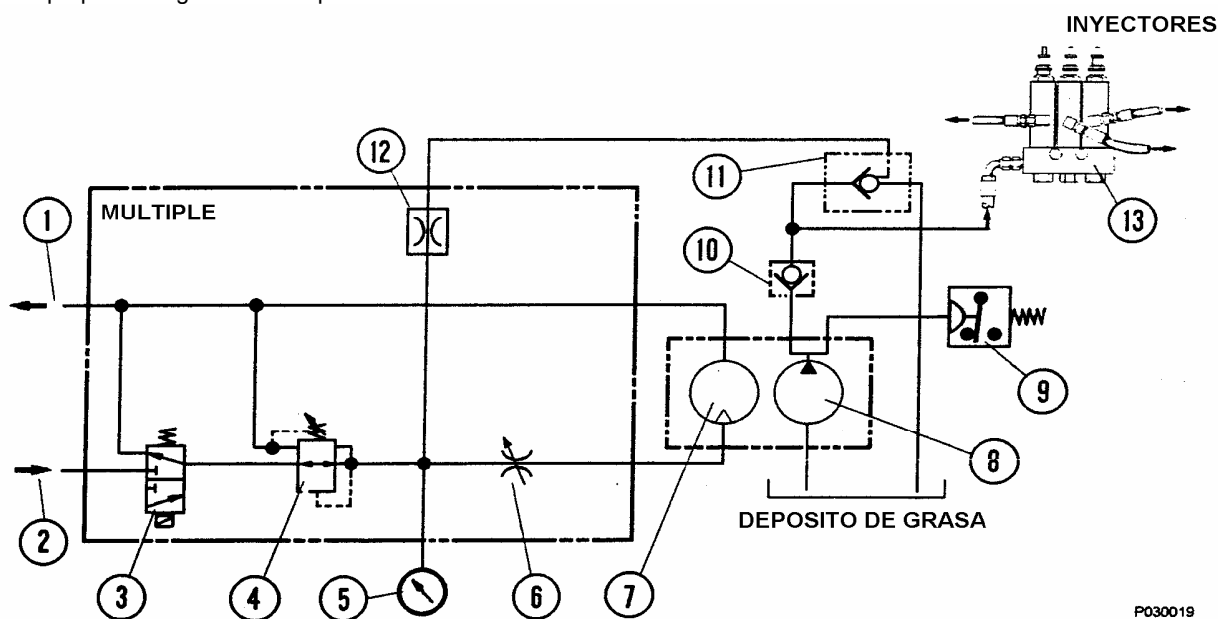
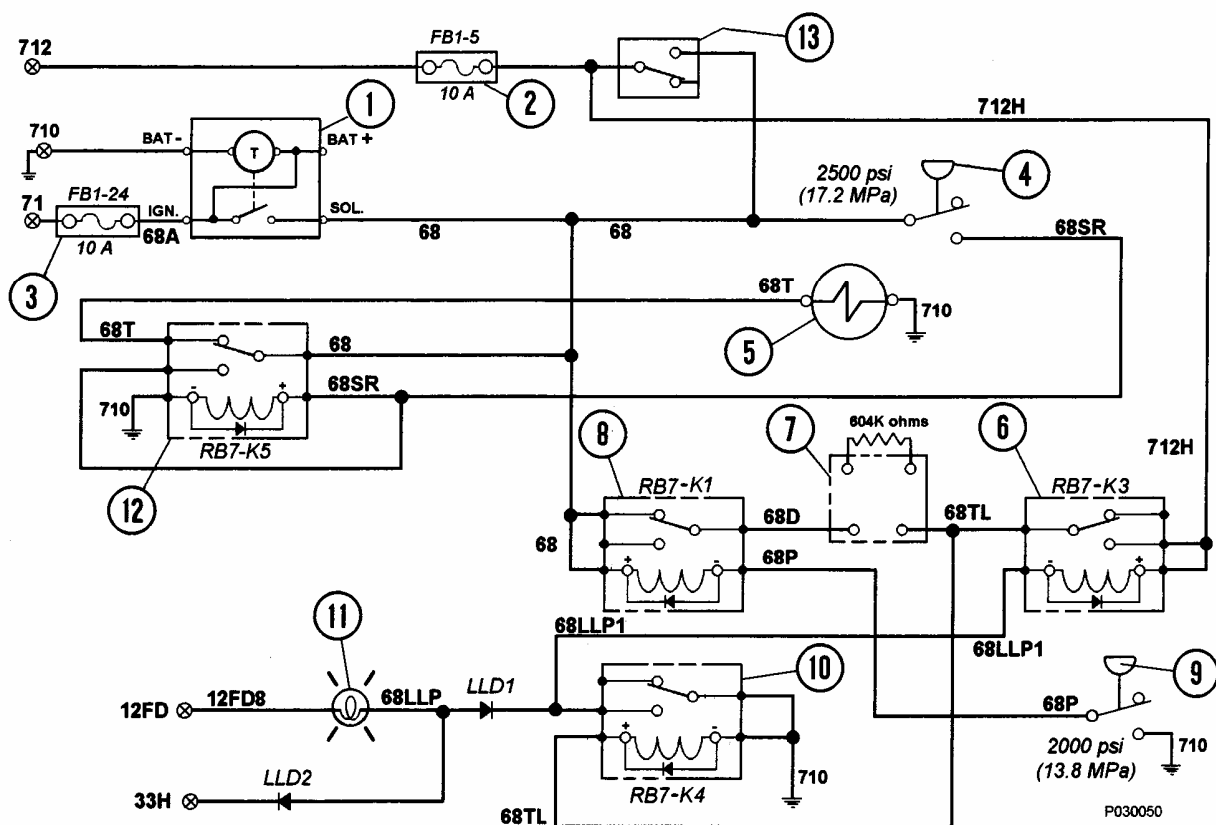

FIGURA 42-3 ESQUEMA HIDRAULICO
FIGURA 42-4 ESQUEMA ELECTRICO
El temporizador del ciclo de lubricación de estado sólido (1, Figura 42-4) envía una señal de 24 VDC a intervalos para energizar la válvula de solenoide (3, Figura 42-3), proporcionando flujo de aceite para operar el motor de la bomba de grasa. Este temporizador está montado en el gabinete de interface eléctrica.
El módulo con retardo (7, Figura 42-4) ubicado en el gabinete de interface eléctrica, proporciona un retardo de un minuto en el circuito de la luz de advertencia de baja presión para permitir que el sistema opere normalmente para alcanzar la presión total del sistema de grasa sin activar la luz de advertencia. Si el sistema no alcanza 13.789 kPa (2000 psi) dentro de este período, el temporizador aplicará 24VDC a varios relés que encenderán la luz de advertencia de baja presión en el panel superior. Un resistor de externo de 604K ohms determina el período de retardo.
1. Durante la operación del camión, el temporizador del ciclo de lubricación (1, Figura 42-4), energizará el sistema a un intervalo de tiempo preestablecido.
2. El temporizador proporciona 24 VDC a través de un relé normalmente cerrado K5 (12) para energizar la válvula de solenoide de la bomba (3, Figura 42-3), permitiendo que el aceite hidráulico suministrado por el circuito de la bomba de dirección fluya al motor de la bomba e inicie un ciclo de bombeo.
3. La presión del aceite hidráulico desde el circuito de la dirección es reducida a 2240 a 2413 kPa (325 a 350 psi) por la válvula reductora de presión (4) antes de ingresar al motor. Además, la cantidad de aceite suministrada a la bomba está limitada por la válvula de control de flujo (6). La presión de la bomba se puede leer usando el manómetro (5) montado en el múltiple.
4. Con el aceite fluyendo hacia el motor hidráulico, la bomba de grasa funcionará, bombeando grasa desde el depósito a través de la válvula de retención (10), la válvula de purga (11), y luego a los inyectores (13).
6. Cuando la presión de grasa alcanza el ajuste del interruptor de presión (4, Figura 42-4), los contactos del interruptor se cerrarán y energizarán el relé K5 (12), retirando la energía desde el solenoide del motor hidráulico/bomba y la bomba se detendrá. El relé permanecerá energizado hasta que la presión de la grasa caiga (el interruptor de presión se vuelve a abrir) o el temporizador se desconecte.
7. Después que la válvula de solenoide de la bomba se desenergiza, la presión hidráulica en el múltiple cae y la válvula de purga (11, Figura 42-3) se abrirá, liberando la presión de grasa en las líneas hacia los inyectores. Cuando esto ocurre, los inyectores están en condiciones de recargarse para el siguiente ciclo de lubricación.
1. Cuando se inicia el ciclo de lubricación, 24VDC pasan a través del relé K1 normalmente cerrado (8, Figura 42-4) y se conecta módulo con retardo (7).
2. Si el sistema está operando normalmente, la presión de grasa en el banco de inyectores del eje trasero aumentará al ajuste del interruptor de presión (9) de 13.789 kPa (2000 psi) y energizará el relé K1, eliminando así los 24VDC desde el módulo con retardo.
3. Si se produce un problema y el sistema no puede alcanzar 13.789 kPa (2000 psi), el módulo con retardo energizará el relé K4 (10) después de un minuto, encendiendo la luz de advertencia (11). Después que el relé K4 se energiza, energizará el relé K3 (6).
El elemento del conjunto del filtro (5, Figura 42-4) se debe cambiar si el indicador de derivación (2) muestra una restricción excesiva del elemento.